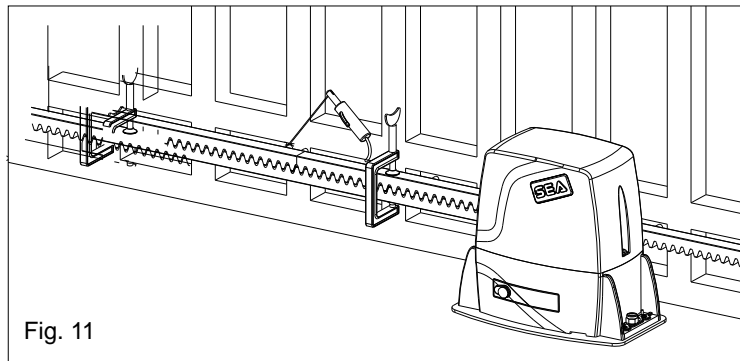

Fig. 11
**6.4.** S'assurer que tous les éléments de la crémaillère sont parfaitement alignés et positionnés correctement (denture en phase). Il est conseillé d'opposer à deux éléments successifs un troisième comme indiqué dans Fig. 11;